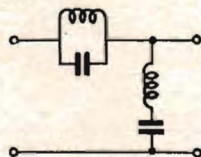

Fig. 3.
11) Vad visar fig. 3? a) bandpassfilter, b) bandspärrfilter.